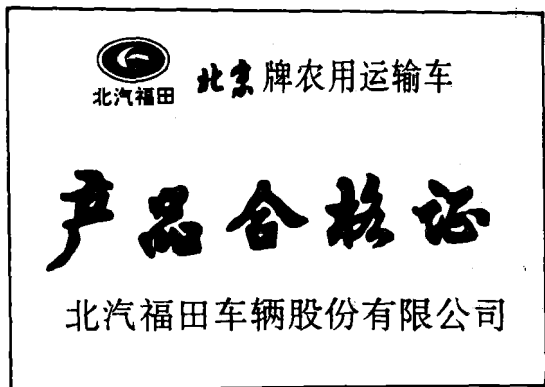

图 1-2-1 产品合格证
① 检查车辆合格证(如图 1-2-1)及使用说明书是否齐全。
② 检查售后服务卡内容是否真实。
③ 检查发动机号、车架号及农用运输车标牌是否齐全。发动机号用钢字打印在发动机气缸体后侧;底盘号一般打在左纵梁后部易见部位;农用运输车标牌在驾驶